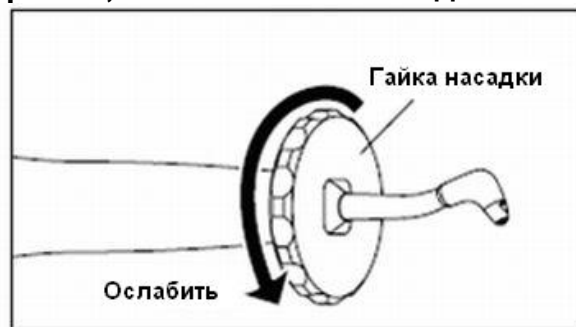

Рис. 7
3) Снимите насадку с помощью ключа для насадки (Рис. 7).